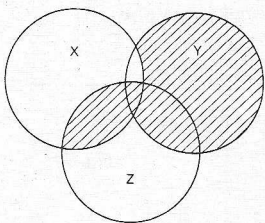

Fig. 1.
b) Geef de functie die door arcering in fig. 1 is weergegeven.